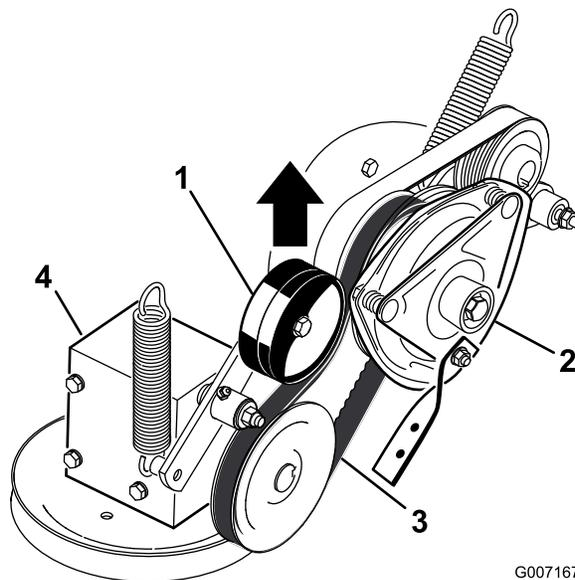

Figura 54
- Sollevate la puleggia tendicinghia a molla della cinghia di trasmissione della PDF e rimuovete la cinghia dalla puleggia della frizione (Figura 54).
17. Sollevate la puleggia tendicinghia a molla della cinghia di trasmissione della PDF e installatela sulla puleggia della frizione (Figura 54).